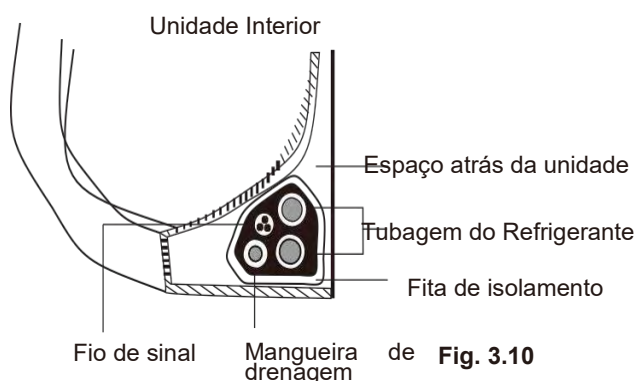

Fig. 3.10
- Junte a mangueira de drenagem, os tubos de refrigerante, e o cabo de sinal de acordo com a **Fig. 3.10**.
- Utilizando fita isoladora, enrole muito bem o fio de sinal, os tubos de refrigerante, e a mangueira de drenagem juntos. Confirme se todos os itens estão juntos de acordo com a Fig. 3.10.